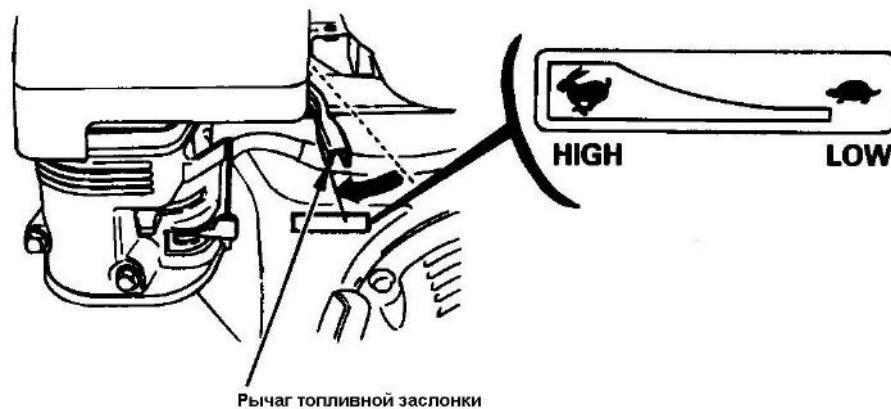

Рисунок 5 – Рычаг топливной заслонки
- немножко передвиньте рычаг топливной заслонки влево (рисунок 5).